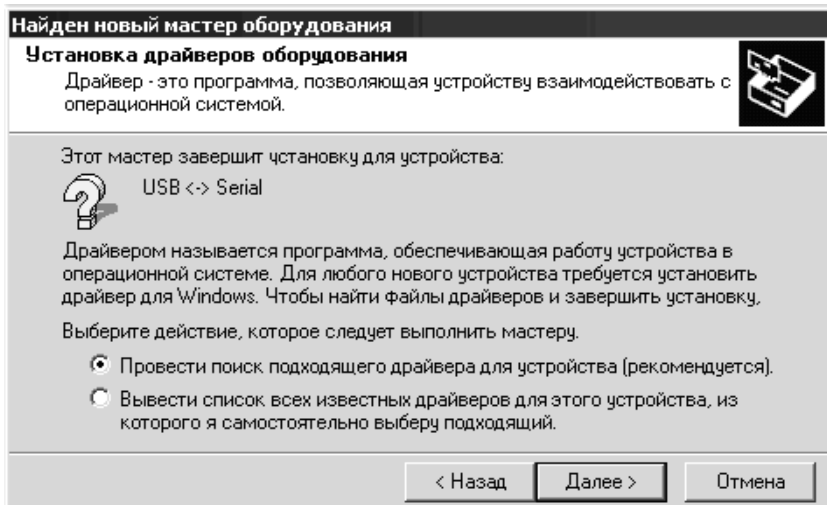

Рисунок 7 – Выбор действия мастера
1) В окне «Установка драйверов оборудования» поставьте переключатель  в положение «Провести поиск подходящего драйвера для устройства (рекомендуется)» (см. рисунок 7).